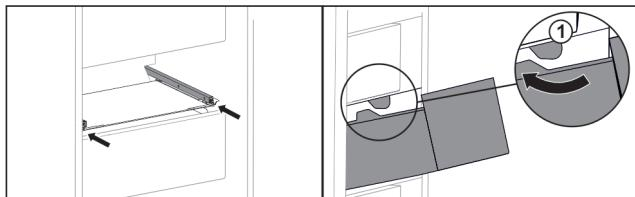

Fig. 50
- Predal speljite okrog zaustavljalnikov Fig. 50 (1).